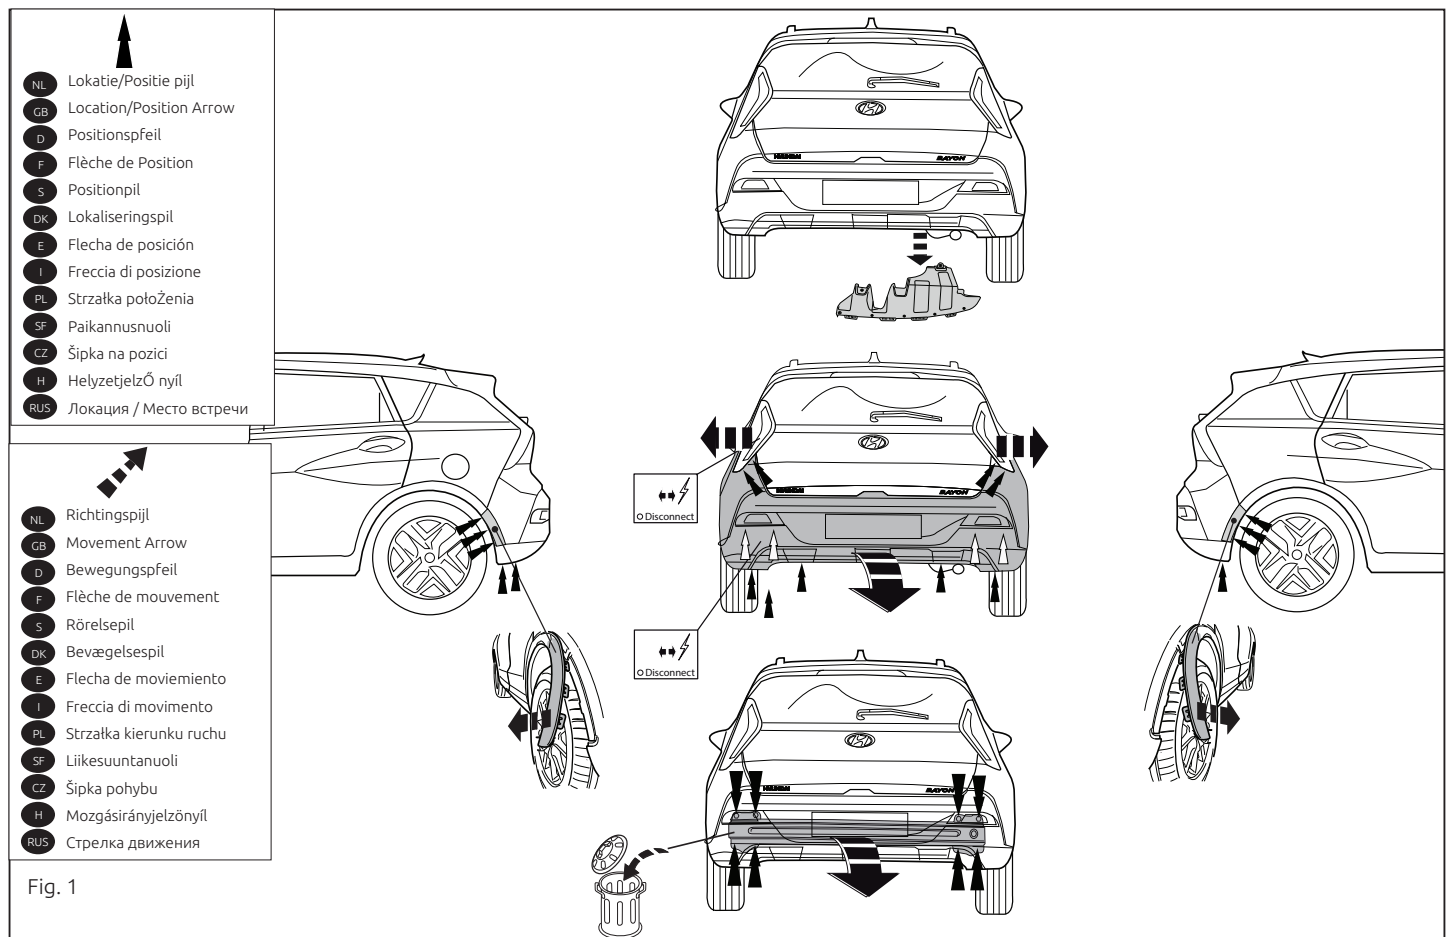

Fig. 1
1. Снять оба блока задних фар. Снять пластмассовые защитные колпаки. Снять бампер вместе со буферным брусом автомобиля. См. рисунок 1.
1. Die Rücklichter abmontieren. Die Kunststoffschutzkap abmontieren. Die Stoßstange einschließlich den Stoßbalkens vom Fahrzeug abmontieren. Siehe Abbildung 1.